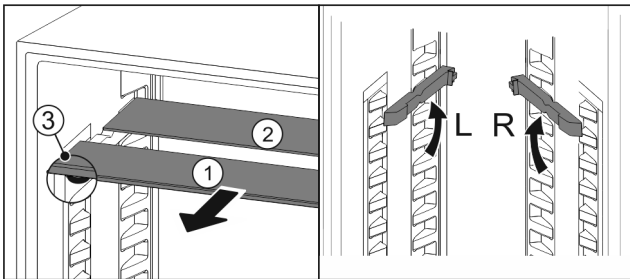

Fig. 92
- Glasplatten einzeln nach vorne herausziehen Fig. 92 (1).
- Glasplatte Fig. 92 (1) mit Zierleiste liegt vorne.
- Stopps Fig. 92 (3) zeigen nach unten.